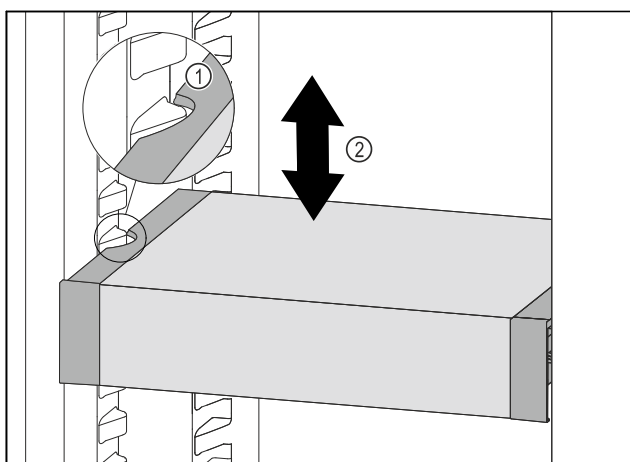

Fig. 91
- ▶ Dra VarioSafe framåt tills sidofördjupningarna på VarioSafe är i samma nivå som behållarlisterna i kyldelen. Fig. 91 (1)
- ▶ Förflytta VarioSafe uppåt eller nedåt i kyldelen tills önskad höjd har uppnåtts. Fig. 91 (2)